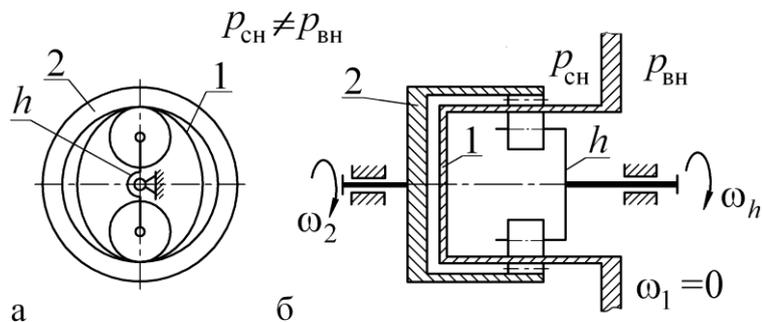

Рис. 4.14. Волновая передача
Волновая передача на рис. 4.14 представляет собой цилиндрическую передачу внутреннего зацепления, в которой гибкое колесо 1 деформируется *генератором волн h* и входит в зацепление с центральным *жестким колесом 2* в двух зонах. В процессе вращения *генератора волн* зоны зацепления жесткого и гибкого колес перемещаются. По гибкому колесу бежит волна деформации. Отсюда и название передачи – *волновая*.
- возможность обеспечивать абсолютную герметизацию при передаче движения из одной среды в другую (на рис. 4.14, б давления сред снаружи и внутри различны, $p_{сн} \neq p_{вн}$) без применения *уплотнения* вращающихся деталей¹.